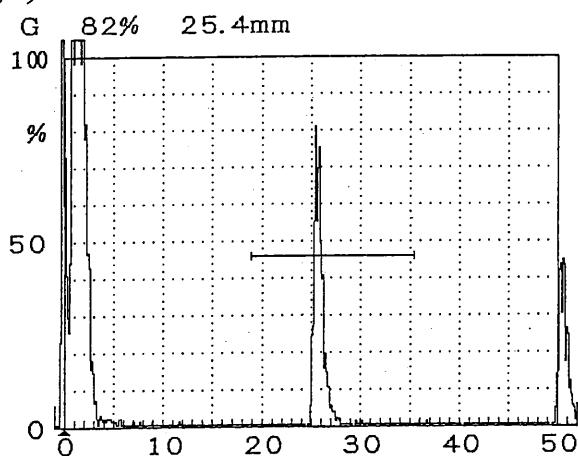

図 6.2.21 印刷様式の例 (探傷報告様式 1)
- (2) 探傷報告様式 (1) : 探傷図形又は周波数分析結果と、日付、UI-23 の製造番号、探触子、試験者、試験体及び詳細な探傷条件を、図 6.2.21 に示したように A4 サイ